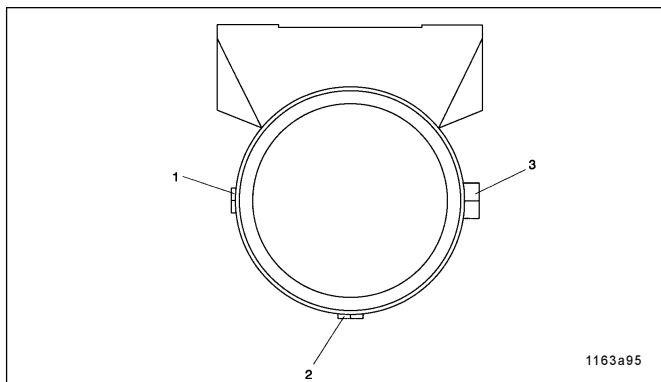

Abb. 10 - Anordnung der Pumpenelemente
- Falls mehrere Pumpenelemente eingebaut werden sollen, ist die in Bild 10 gezeigte Einbaufolge zu berücksichtigen.